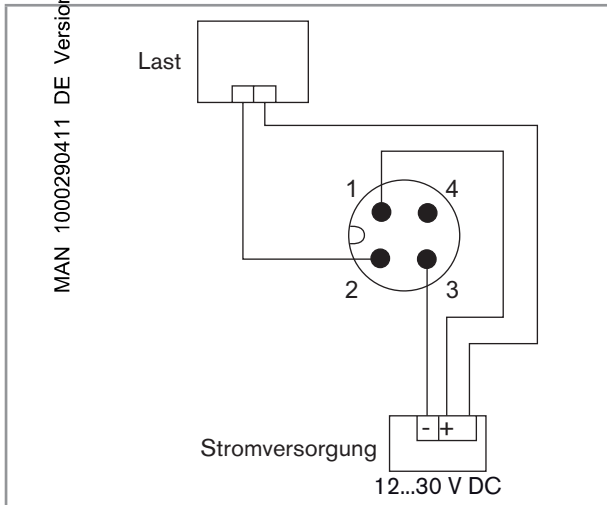
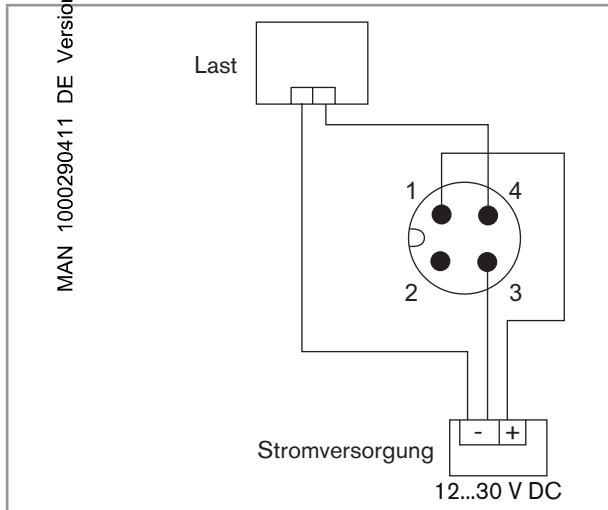

Bild 8: *Gerät mit 4-poligem M12-Gerätestecker – NPN-Anschluss des Transistorausgangs*
Bild 9: *Gerät mit 4-poligem M12-Gerätestecker – PNP-Anschluss des Transistorausgangs*
- Den Transistorausgang anschließen (Anschluss mit 3 Drähten). Der Transistorausgang kann auf folgende Arten angeschlossen werden: NPN oder PNP. Siehe Bild 8 oder Bild 9.